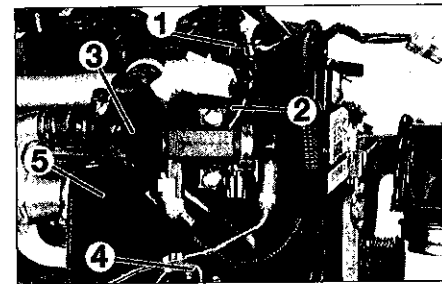

FIG.34
- Débrancher le connecteur (1) (Fig.34).
- le support d'électrovanne de régulation de turbo (2).
- la durit d'eau (3).
- Desserrer l'écrou (4).